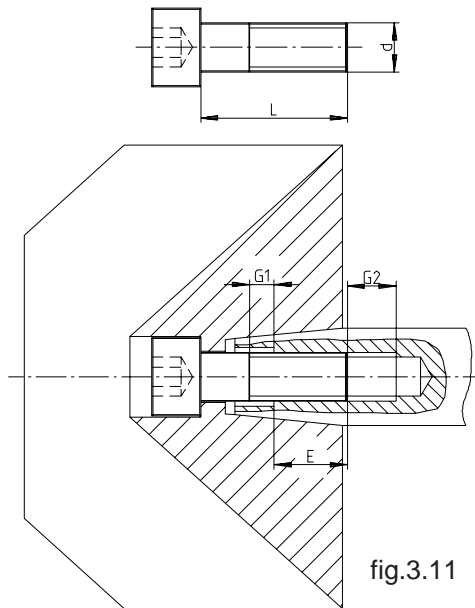

fig.3.11
3.4 MONTAGE VAN DE HYDRAULISCHE DELEN**3.4.1 MONTAGE VAN DE WAAIER, fig 3.11**